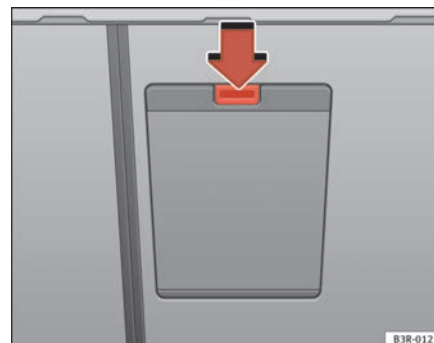

Fig. 120 Detalle del asiento trasero desde atrás: Tapa del saco para objetos alargados
- Oprima la tecla de desbloqueo de la tapa del saco para objetos alargados ⇒ página 149, fig. 120 -flecha- y gírela hacia abajo.